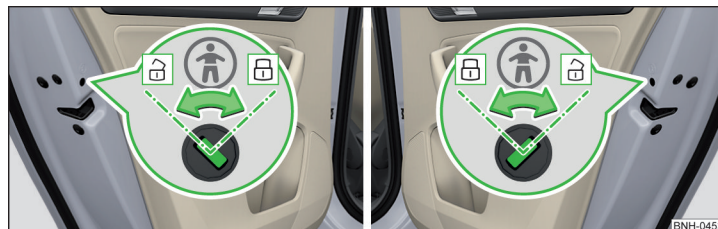

Abb. 47 Hintertür: Kindersicherung ein- / ausschalten
- Zum **Einschalten** die Sicherung mit dem Fahrzeugschlüssel in die Position drehen » Abb. 47.